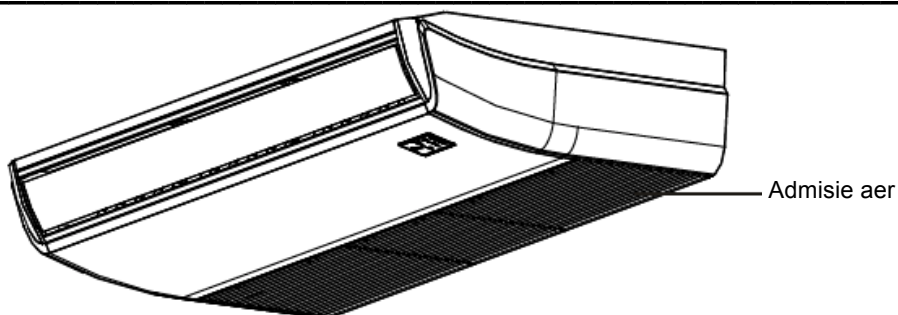

Fig.6-1
- Deschideți admisia de aer cu o șurubelniță sau ceva asemănător (*Consultați Fig. 6-1*)